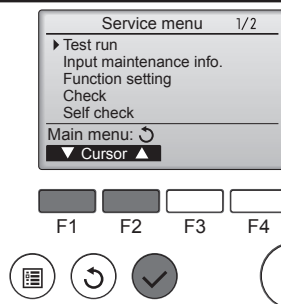

Fig. 7-1
- Выберите режим "Test run" (Пробный пуск) в Сервисном меню и нажмите кнопку [ВЫБОР]. (Fig. 7-1)